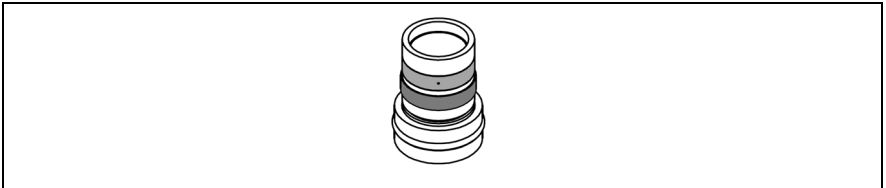

Abb. 7: Position der Schlauchringe
- ▶ Sicherstellen, dass sich die 2 Schlauchringe in der korrekten Position befinden (siehe Abb. 7, S. 17).